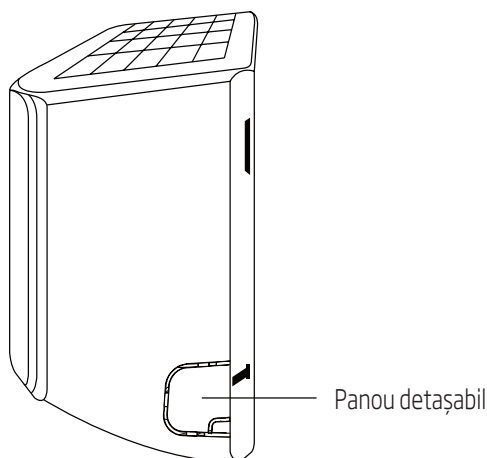

Fig. 5.3
2. Dacă gaura din perete este în spatele unității, mențineți panoul detașabil la loc. Dacă gaura din perete este în partea laterală a unității interioare, scoateți panoul detașabil din plastic de pe partea respectivă a unității. (A se vedea Fig. 5.3). Aceasta va crea o fantă prin care conductele pot ieși din unitate. Utilizați clești cu vârf alungit dacă panoul de plastic este prea dificil de îndepărtat cu mâna.